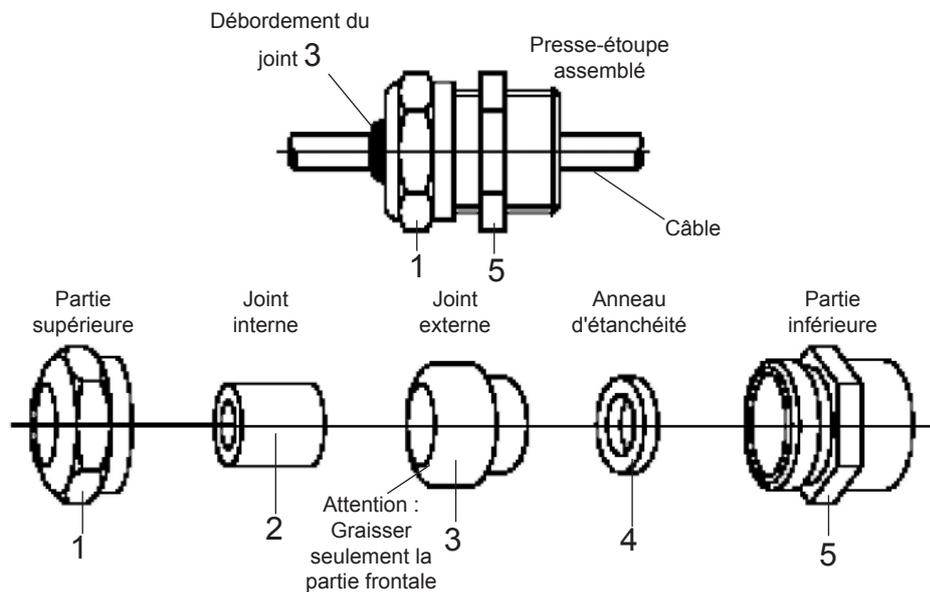

Fig. 4-2 : Presse-étoupe (vue d'ensemble et explosée).
- Passer les câbles dans les presse-étoupe en procédant comme-suit (se référer à la figure 4-2):
- Remonter les éléments du presse-étoupe et, avant de placer l'élément 1, enduire le joint 3 de silicone selon l'indication de la figure 4-2. Serrer l'élément 1 de telle sorte qu'il y ait débordement des joints 2 et/ou 3 pour offrir le degré d'étanchéité requis.